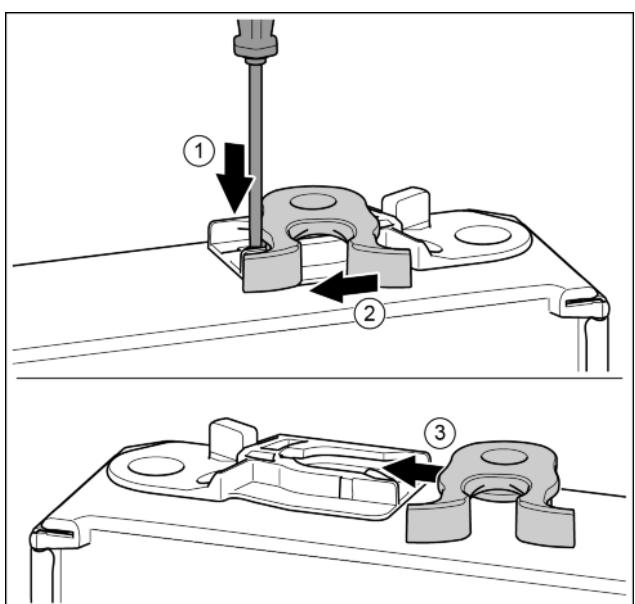

Fig. 18\*
- За допомогою шліцевої викрутки притисніть уніз накладку.\* Fig. 18 (1)
- Витягніть із напрямної запірний гачок.\* Fig. 18 (2)
- Вставте запірний гачок у напрямну з іншого боку.\* Fig. 18 (3)